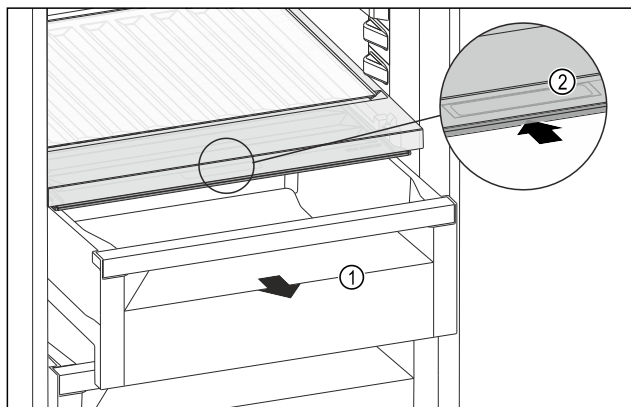

Fig. 159
- Витягніть висувний ящик Fig. 159 (1).
- Візьміться за потайну ручку Fig. 159 (2) на кришці відділення й одночасно посуньте кришку відділення назад.